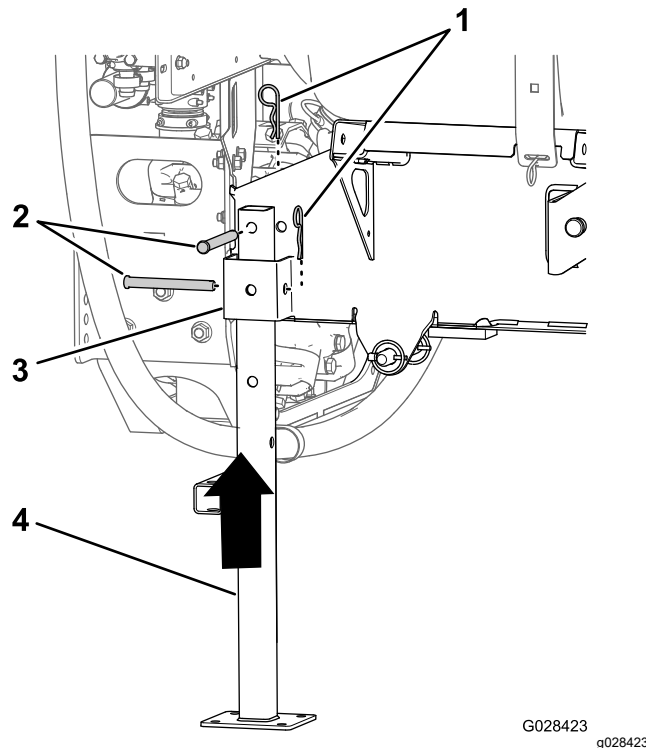

**Figura 135**
1. Aliniezi suportul de cric frontal cu receptorul de suport de cric frontal situat în partea din față a rezervorului (Figura 135).
2. Introduci suportul de cric în receptor până când orificiul median din tubul suportului de cric orizontal este aliniat cu orificiul din partea de sus a receptorului (Figura 135).
4. Înfiletai o rozetă de blocare în receptor și strângei manual rozeta (Figura 135).